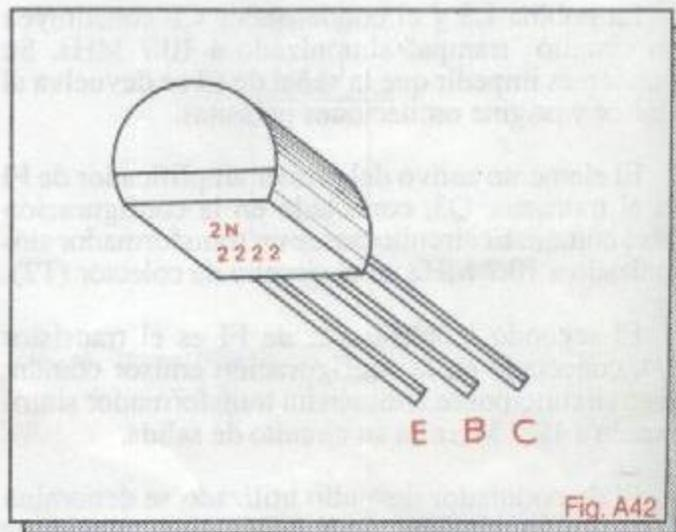

Fig. A42
Nota: El transistor Q3, C1390 se puede reemplazar por el 2N2222 que tiene la siguiente configuración en sus terminales (figura A42).
Paso 1: Tome el transistor Q3 y separe ligeramente sus terminales, fijándose en la figura A42. Si el transistor es 2N2222, suelde sus terminales así: la base (B) en la puntilla E4, el emisor (E) en la puntilla E8 y el colector (C) en la puntilla E7.